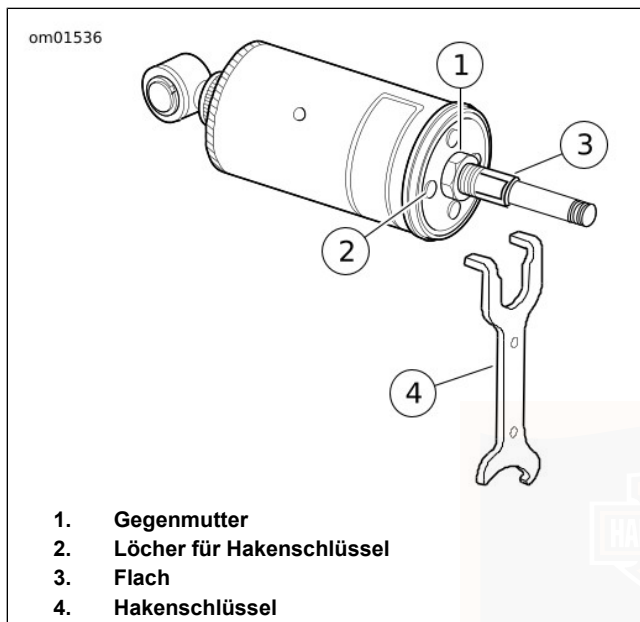

Abbildung 15. Einstellung der Stoßdämpfer
1. Siehe Abbildung 15. Die Stange mit einem an den Abflachungen angesetzten Schraubenschlüssel festhalten und die Gegenmutter (2) lösen.
2. Die Zungen des STOSSDÄMPFER-EINSTELLSCHLÜSSEL (TEILE-NR.: 94448-82B) in den Löchern im hinteren Hinterradstoßdämpferkörper (1) ansetzen, um den Stoßdämpferkörper bis zum Anschlag im Uhrzeigersinn zu drehen. Diese Einstellung ist die minimale Vorspannungsposition.